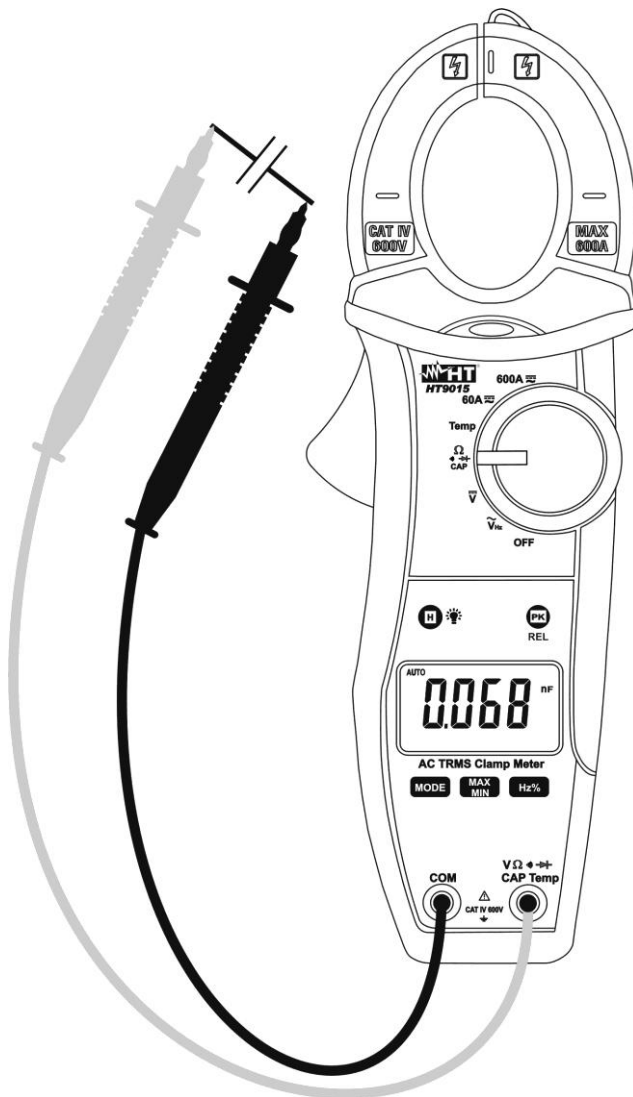

Fig. 7: Uso da pinça para medição de Capacidades
4. Colocar as ponteiros nos pontos pretendidos do circuito em exame (Fig. 7). O valor da capacidade será apresentado no display. Na medição de capacidades a barra gráfica analógica fica desactivada